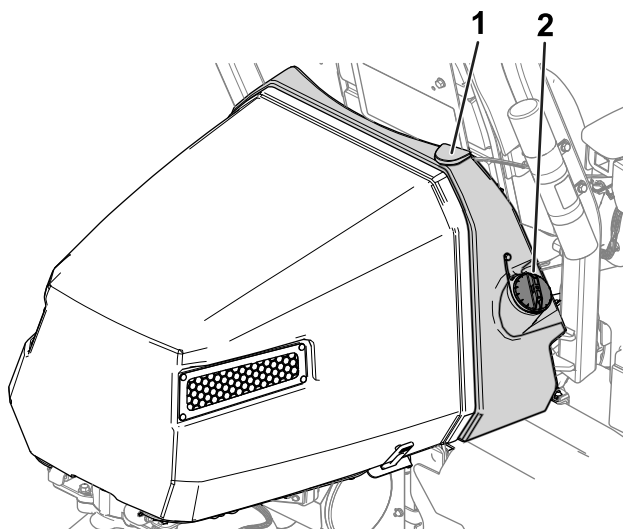

Figura 27
2. Limpe a zona em redor da tampa do depósito de combustível e retire-a (Figura 27).